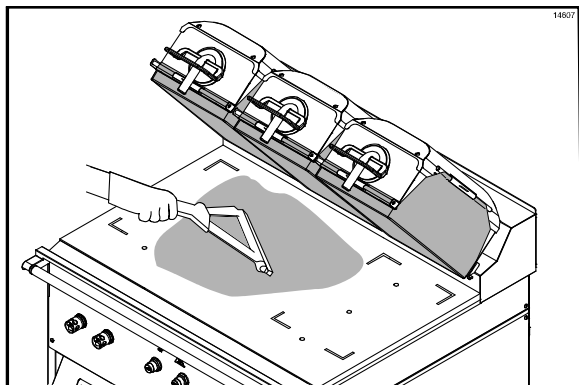

Abbildung 73
48. Die Flocken mit einem sauberen Gummi-Abzieher über die Garzone verteilen. (Siehe Abbildung 73.)